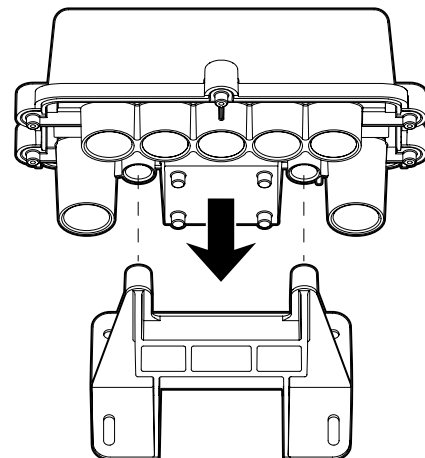

FIG. 2. Positionnement de la boîte de jonction
2. Positionnez la boîte de jonction sur le support de montage afin que les attaches avant du support de montage glissent à l'intérieur des fentes à l'avant de la boîte de jonction. Voir la Fig. 2.